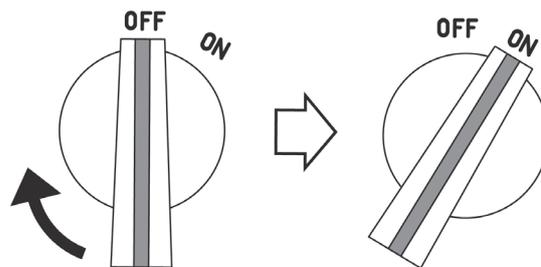

Рис. 10
5. Поверните выключатель в положение «ON» (ВКЛ.) (см. рис. 10).